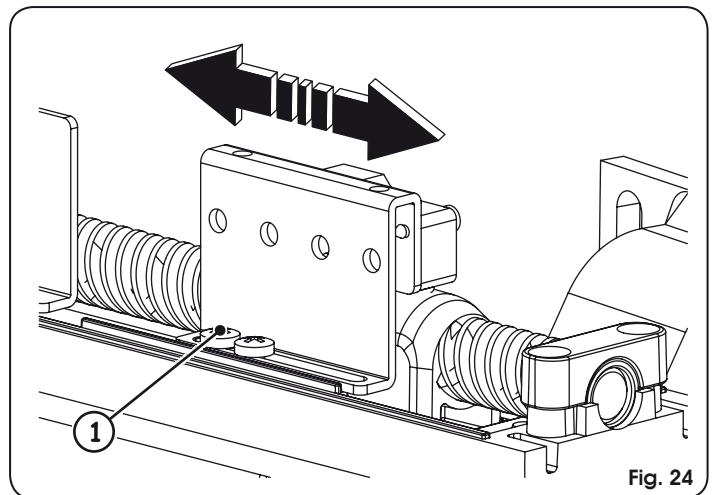

Fig. 24
- Afloje los tornillos de fijación del final de carrera que se ha de regular, Fig. 24 ref. ①.